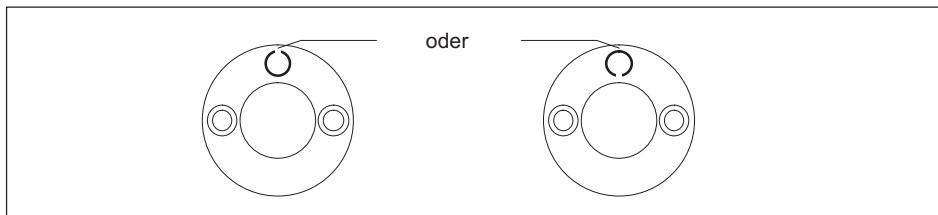

Abb. 6.1 Anordnung des Spannstiftes zur Verdrehssicherung
- ▶ Schlagen Sie den Spannstift mit einem Hammer in die am Druckstück vorhandene Sack-Bohrung bis zum Aufsitzen des Stiftes einzuschlagen. Ordnen Sie dabei die offene Seite des Spannstiftes radial an (Abb. 6.1).